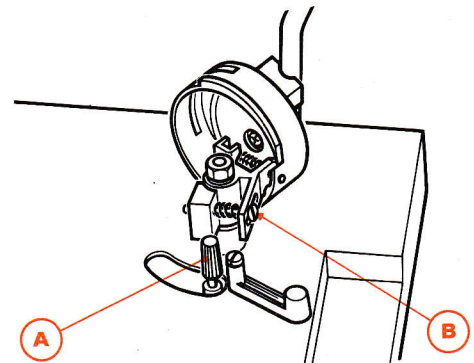

Fig. 10
1) - Réglage de la tombée du bras sur le premier sillon (Fig. 10) :
- Tourner la vis de réglage de la tombée du bras (B), à l'aide d'un tournevis,